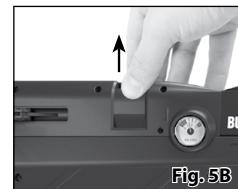

Fig. 5B
4. Retire a bandeja de tiro da culatra (Fig. 5B).